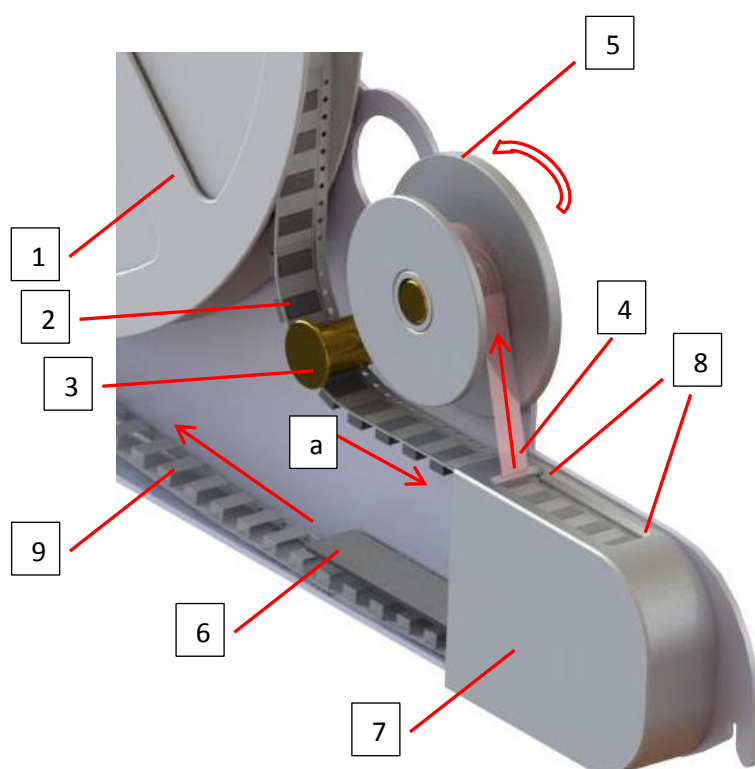

Рисунок 9. Заправка ленты в питатель
Ленточный питатель (рис.9) оснащен приводным роликом 5. При вращении ролика в направлении стрелки лента SMD с катушки подается в направлении стрелки «а» в окно 8 зоны выгрузки SMD, из которой оператор извлекает компоненты вакуумным пинцетом. При этом покровная лента 4 наматывается на ролик 5, а пустая лента 9, пропущенная через возвратный механизм 7 выводится из рабочей зоны под катушкой 1.
2. В соответствии с рис. 9 пропустите ленту под штырем 3 и завести конец ленты в направлении стрелки «а» в верхнюю часть возвратного механизма 7. Для облегчения операции рекомендуется нажать на рычаг 6.
1. В соответствии с рис. 9 заведите конец ленты в направлении стрелки «а» в верхнюю часть возвратного механизма. Для облегчения операции рекомендуется нажать на рычаг.